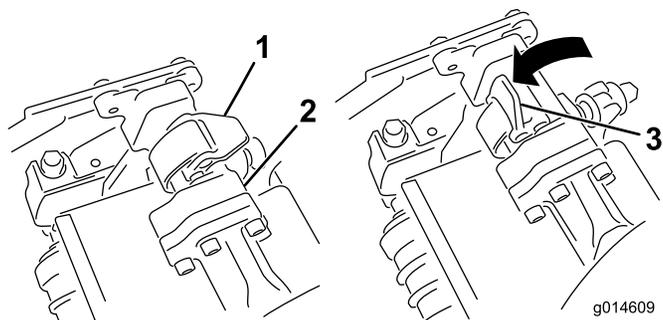
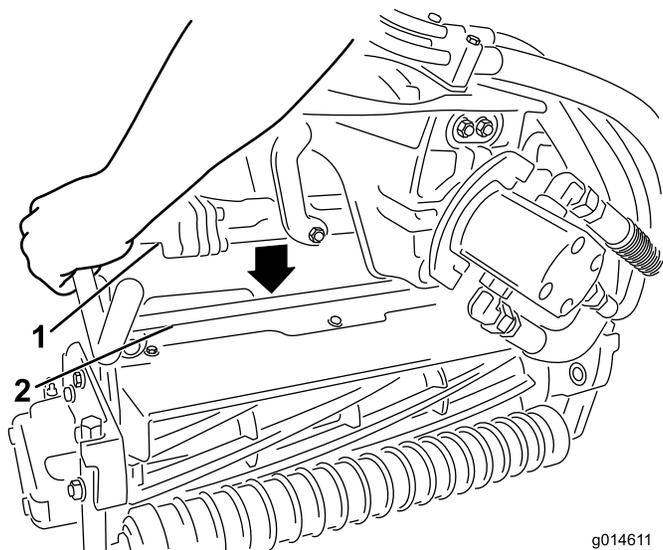

Figura 13
Figura 14
- Con los enganches del brazo de suspensión orientados hacia arriba (es decir, abiertos) (Figura 13), empuje hacia abajo el brazo de suspensión de modo que la barra encaje en la barra situada en la parte superior de la unidad de corte (Figura 14).
- Presione los enganches hacia abajo alrededor de la barra de la unidad de corte y bloquéelos (Figura 13).